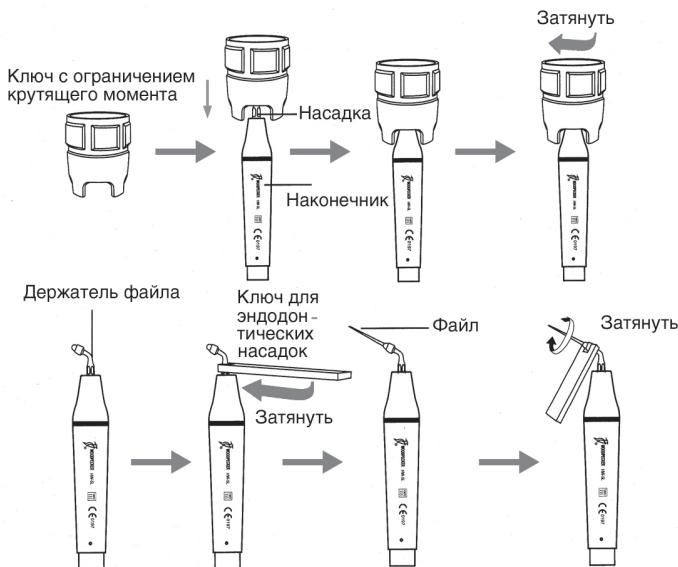

Рис. 6
- i) Выберите подходящий инструмент для удаления зубного камня, плотно затяните его в наконечнике при помощи ключа с ограничением крутящего момента (см. рис. 6).
2.1.3. Описание ключа для установки насадок (см. рис. 6)
- (1) Наденьте ключ на насадку, как показано на рис. 6.
- (2) Удерживая наконечник, вращайте насадку ключом в направлении, показанном на рис. 6 (по часовой стрелке). Сделайте еще оборот после остановки насадки для правильной установки.
- (3) Снятие инструмента: держа наконечник, вращайте ключ против часовой стрелки.
- (4) Стерилизуйте инструменты после каждого пациента.
- (5) После стерилизации ключ с ограничением крутящего момента должен охлаждаться естественным образом, чтобы не получить ожог при следующем использовании.
- (6) Держите ключ для установки насадок в чистом, прохладном, сухом и проветриваемом месте.
- a) Установите держатель файла в наконечник при помощи ключа для эндодонтических насадок (см. рис. 6).